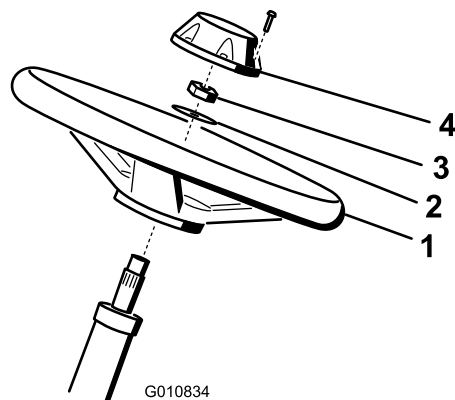

Figura 5
1. Collocate il volante sul piantone (Figura 5).
2. Collocate la rondella sul piantone (Figura 5).
3. Fissate il volante sul piantone per mezzo di un dado di bloccaggio serrato a 27–35 N·m (Figura 5).
4. Montate il coprimozzo sul volante e fissatelo con l'aiuto di 6 bulloni (Figura 5).